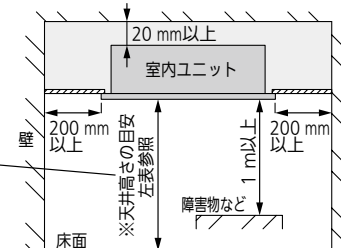

図3
- 4-5. 室内ユニットと障害物および床面までの距離は図3に従ってください。